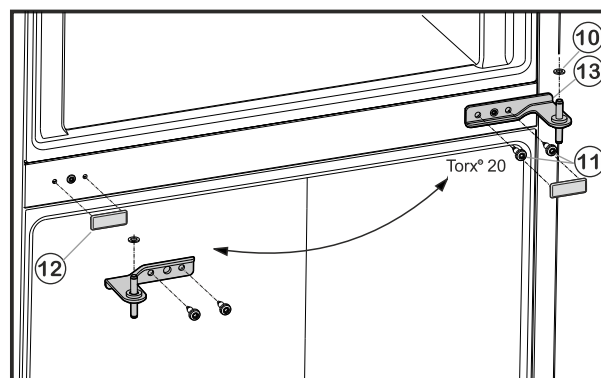

Fig. 6
- ▶ Odvijte pritrdilna vijaka Fig. 6 (11) (2-krat Torx® 20) in izvalcite ležajni podstavek na sredini iz spodnjih vrat.
- ▶ Snemite plastično podložko Fig. 6 (10).
- ▶ Previdno snemite pokrov Fig. 6 (12).
- ▶ Pokrov Fig. 6 (12) ponovno namestite na nasprotni strani.
- Ležajni podstavek na sredi Fig. 6 (13) obrnjen za 180°, vstavite v spodnja vrata in ga **dobro (s 4 Nm)** privijte s pritrdilnima vijakoma Fig. 6 (11) (2-krat Torx® 20) na novo stran s tečaji.
- Ponovno namestite plastično podložko Fig. 6 (10).
- Zgornja vrata postavite na ležajni podstavek na sredini Fig. 6 (13).